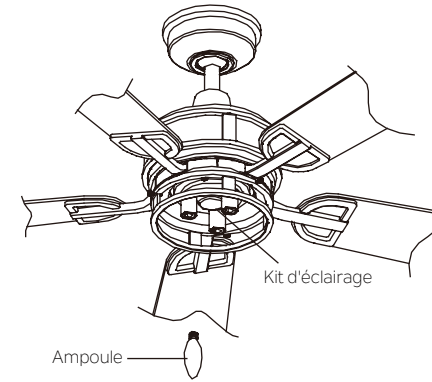

Fig. 23
Étape 1. Installer les ampoules LED B10 de 3,4 watts (fournies). (Fig. 23)